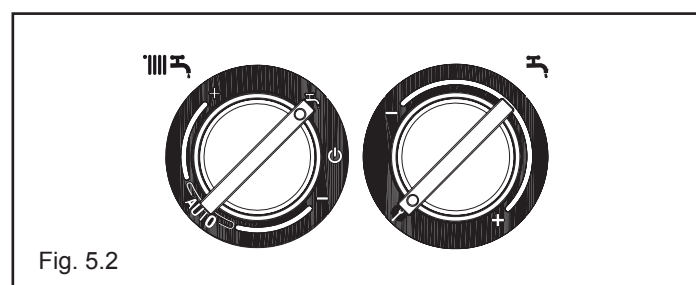

Fig. 5.2
- Ruotare il selettore regolazione temperatura acqua sanitario nella posizione funzione analisi combustione  (fig. 5.2)